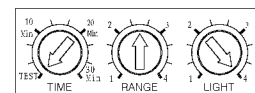

Figure 4
6. Localiser les boutons de réglage sur le panneau de commande afin d'exécuter les essais et les réglages. (Illustré comme Figure 4.)